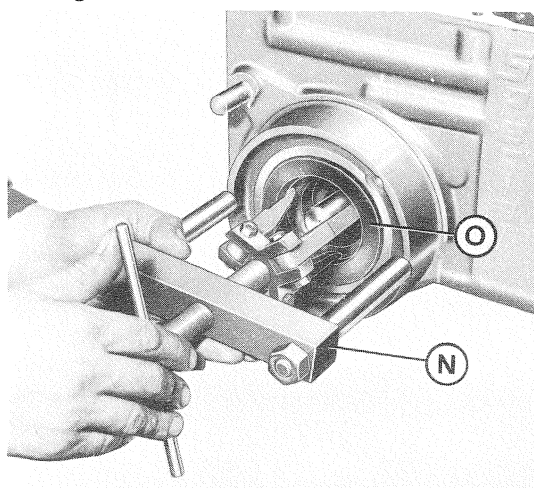

Fig. 4
- 4) Tramite l'estrattore **N** estrarre il paraolio **O** (vedi fig. 4).